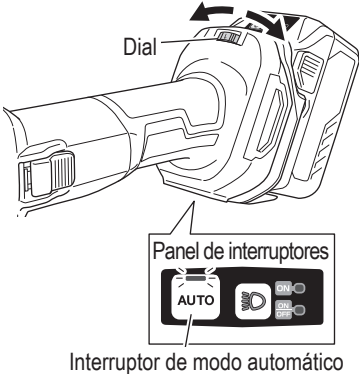

Fig. 14
- 11. Sobre la función de cambio del modo (Fig. 14)